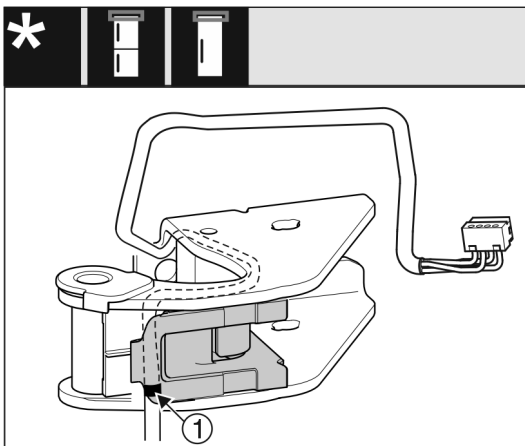

Fig. 28
- Mittlere Markierung muss dabei auf der Kante der Kabelhalterung liegen Fig. 28 (1).